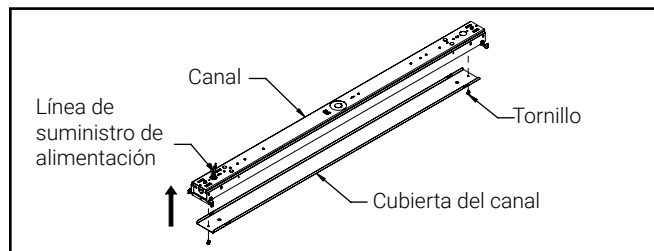

Figura 2
2. Cablee la luminaria según el código e instale la cubierta del canal con los tornillos suministrados. (Figura 2)